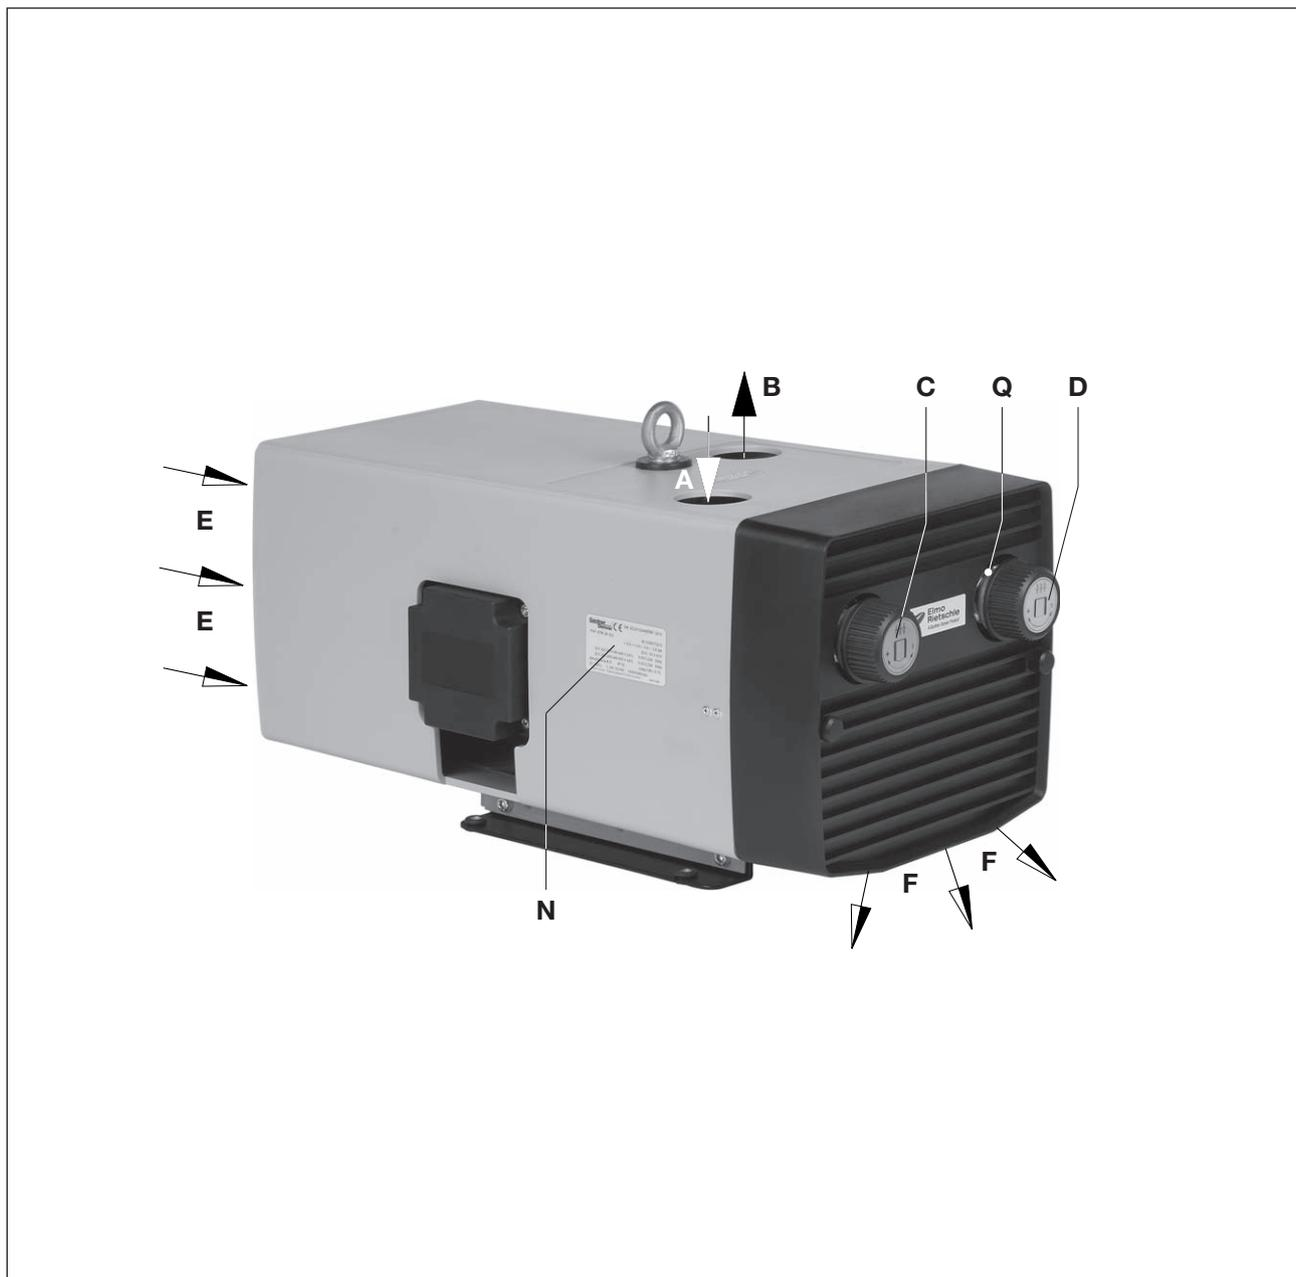

Fig. 2 Pompe pression-vide V-KTN
Les appareils V-KTN sont placés sous un capot plastique silencieux. Ce capot silencieux abrite également un ventilateur assurant le refroidissement. La valve de réglage du vide (fig. 2/C) et la valve de réglage de la pression (fig. 2/D) permettent le réglage du vide et de la pression sur les valeurs (plafonnées) désirées. Sur les variantes (02) et (03), l'air comprimé est refroidi par le biais d'une tubulure de refroidissement.
Le débit volumétrique nominal est de 15, 25 et 40 m³/h pour 50 Hz. Les limites de charge tant côté aspiration que surpression (bar) sont indiquées sur l'étiquette caractéristique (fig. 2/N). Le volume engendré en fonction de la surpression est donné sur la fiche technique D 481.
Il convient également de veiller à ce que les entrées d'air de refroidissement (fig. 2/E) et les sorties d'air de refroidissement (fig. 2/F) soient au moins à 10 cm de la paroi voisine (l'air de refroidissement refoulé ne doit pas être réaspiré).
- a) Raccordement du vide à (fig. 2/A) et raccord de refoulement à (fig. 2/B).
Les plages de surpression et de vide se règlent au moyen de la valve de réglage de la pression (fig. 2/D) et de la valve de réglage du vide ((fig. 2/C) selon le symbole placé sur le bouton.
- a) Les données électriques du moteur sont indiquées sur la plaque signalétique de l'appareil (fig. 2/N) ou sur celle du moteur. Les moteurs sont conformes à la norme DIN EN 60034 et ils sont exécutés dans la classe de protection IP 55 et la classe d'isolation F. Le schéma de raccordement se trouve dans la boîte à bornes du moteur (ceci ne concerne pas les exécutions avec prise). Vérifier que les données électriques du moteur sont bien compatibles avec le réseau (type de courant, tension, fréquence, intensité admissible).